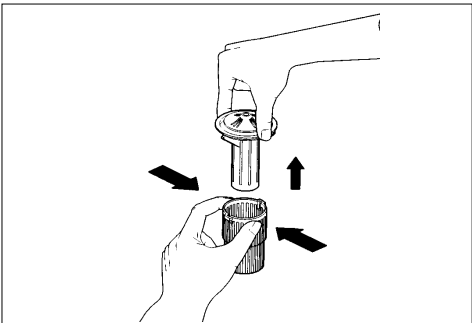

fig. 12b
- Verwijder de zeef (E) door in het filterhuis te knijpen (zie fig. 12b). Neem tegelijkertijd de zeef rechtstandig uit.
- Verwijder vòòrdat u het grove kunststof filter (A) uitneemt eerst de onderste sproeiarm.
- Draai de huls (B) open en verwijder het grove filter(A).